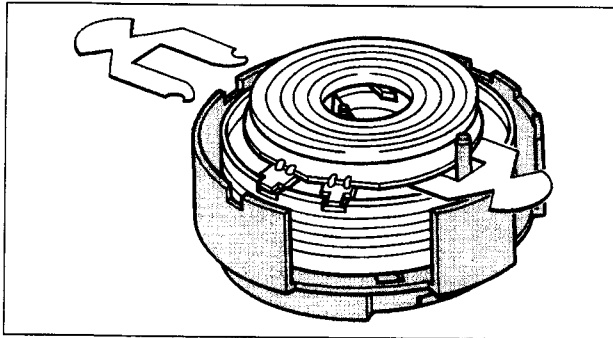

Abb. M6
- Die zwei Mylarfolien (jeder neuen Service-Kopfscheibe beige packt) in die Kopfscheibe einsetzen (Abb. M6).